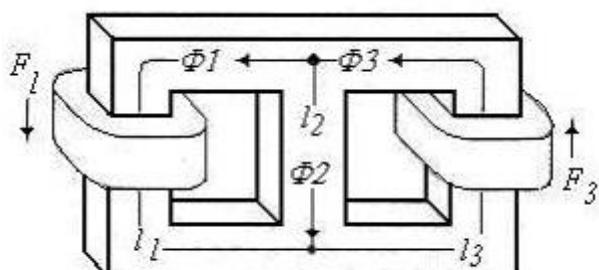

Fig. 8
9.-El circuito magnético paralelo de la Fig. 8 es de silicio-acero con la misma área de sección transversal en toda su extensión  $S = 1,30 \text{ cm}^2$ . Las longitudes medias son  $l_1 = l_3 = 25$  cm,  $l_2 = 5$  cm. Las bobinas tienen 50 vtas. cada una. Dado que  $\phi_1 = 90 \mu\text{wb}$  y  $\phi_3 = 120 \mu\text{wb}$ . Halle las corrientes de las bobinas.